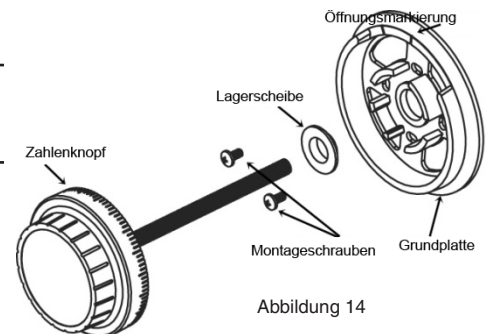

Abbildung 14
3. Installieren Sie den Zahlenknopf auf die Bohrung zentriert und verschrauben Sie diesen, mit den beiden mitgelieferten Schrauben, mit der Tresortür. Die Öffnungsmarkierung muss sich auf der 12-Uhr-Position befinden (Abbildung 14).